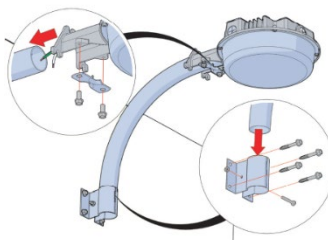

Figure 3
1. Assemblez le support de montage. (voir la figure 3)